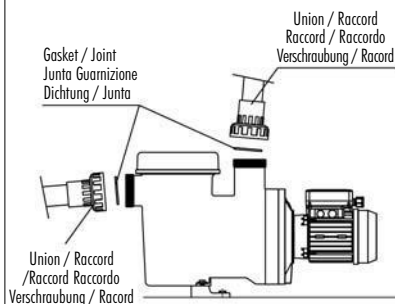

Fig. 2
- Para realizar la conexión de la tubería, encolar la tubería a la racordería, suministrada conjuntamente con la bomba; las uniones de la racordería a las bocas de aspiración e impulsión de la bomba son de rosca y llevan juntas de estanqueidad para evitar la pérdida de agua (Fig. 2).
- Realizar la instalación de los tubos de impulsión completamente perpendicular y bien centrada respecto a la boca a conectar con el fin de evitar que la bomba y el tubo estén sometidos a unos esfuerzos externos que, a parte de dificultar el montaje, podría llegar a romperlos (Fig. 2).
- Instalar la tubería de aspiración con una ligera pendiente hacia la bomba del 2% para evitar la formación de bolsas de aire (Fig. 2).